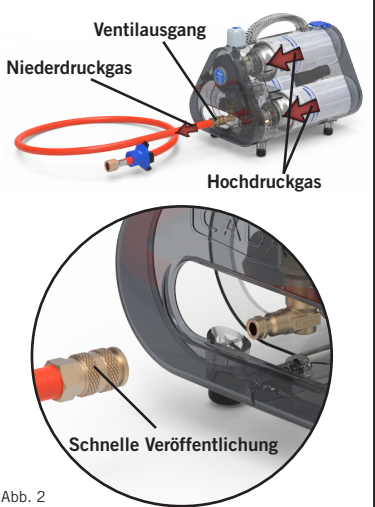

Abb. 2
- Stellen Sie sicher, dass der Schlauch fest mit der Steckdose des Power Pak verbunden ist (Abb.2).